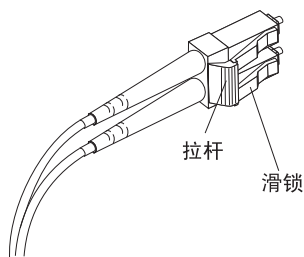

图 30. LC-LC 光纤通道电缆拉杆和滑锁
1. 在连接到 SFP 模块或主机总线适配器的 LC-LC 电缆末端，按住拉杆不放以松开滑锁，如图 30 中所示。